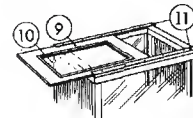

Fig. 344. Il coperchio « a coulisse » è più pratico del coperchio a cerniera.
Manca ancora il coperchio (9) (fig. 344) che costruiamo di masonite 4 mm. La finestra ha le dimensioni 150x450 mm ed è chiusa da rete metallica sottile (10). Il coperchio può essere collegato con la cornice mediante due cerniere, oppure, — meglio — può essere sistemato entro le guide (11) (ferro piatto 1x15 mm e listelli 5x10 mm) in modo da poter essere sfilato orizzontalmente (fig. 344).